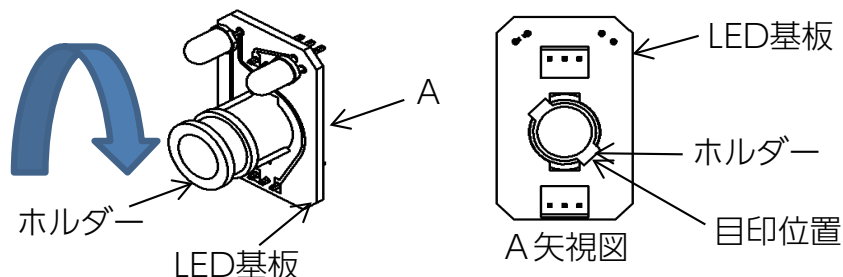

図11
- ③ ホルダーを矢印（右）方向へ約45° 回し、ホルダーからLED基板が落ちない様になります。（図11）